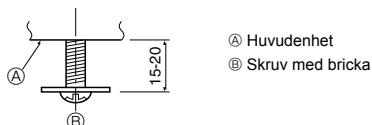

Fig. 9-5
9.4.1. Förberedelser (Fig. 9-5)